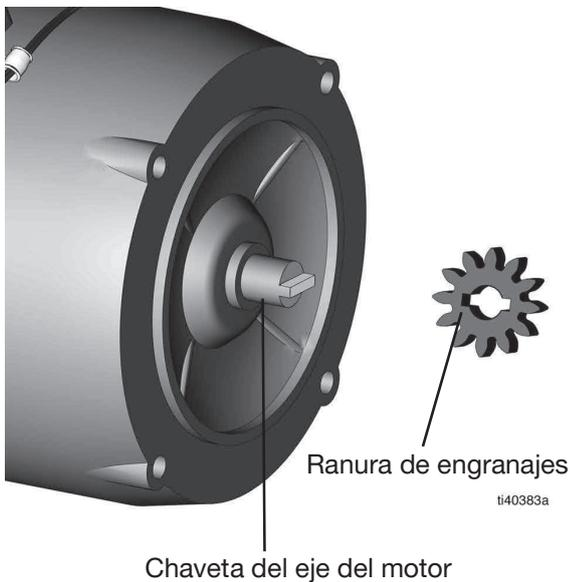

FIG. 6
1. Coloque el conjunto del alojamiento de la bomba en el motor. La chaveta de eje de motor debe coincidir con la ranura del engranaje de la cubierta interior (FIG. 6).